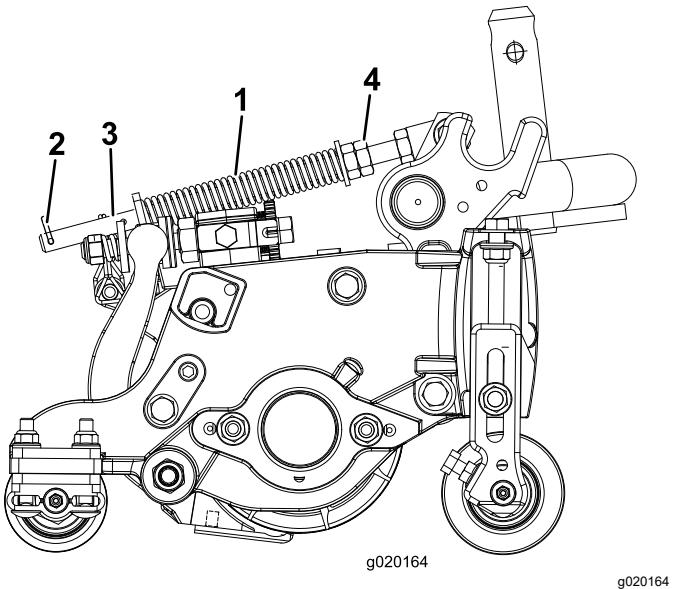

Figura 14
2. Serrate i dadi esagonali sull'estremità anteriore dell'asta della molla, finché la lunghezza compressa della molla (Figura 14) non è pari a 12,7 cm per gli apparati di taglio da 12,7 cm e 15,8 cm per gli apparati di taglio da 17,8 cm.
La molla di compensazione del manto erboso (Figura 14) trasferisce il peso dal cilindro anteriore al cilindro posteriore, per contribuire a ridurre l'onduzione del manto erboso, detta anche fluttuazione o bobbing.
1. Verificate che la coppiglia sia montata nel foro posteriore dell'asta della molla (Figura 14).